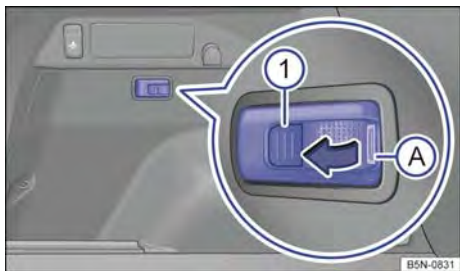

Fig. 199 En el lado izquierdo del maletero: unidad de iluminación extraíble.
- Agarre la unidad de iluminación por la zona → fig. 199 (A).
- Para encender la unidad de iluminación, pulse la tecla → fig. 199 ①. La unidad de iluminación ilumina con la mayor intensidad.
- En función del equipamiento, pulse de nuevo la tecla → fig. 199 ① para bajar la intensidad al 50 %.
- Pulsando de nuevo la tecla → fig. 199 ①, se apaga la unidad de iluminación.
- ◀ Apague la unidad de iluminación y encájela en su soporte en el sentido contrario al de la flecha → fig. 199.
- Desprenda la tapa de las pilas haciendo palanca con un objeto fino por debajo de la zona → fig. 199 (A).